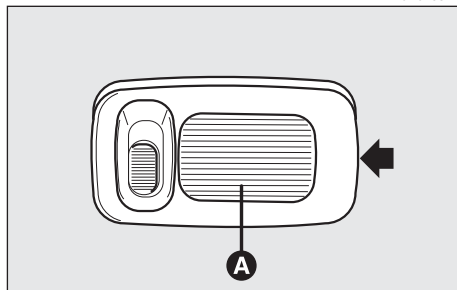

fig. 58
- Estrarre la plafoniera (**A-fig. 58**) facendo leva nel punto indicato dalla freccia.